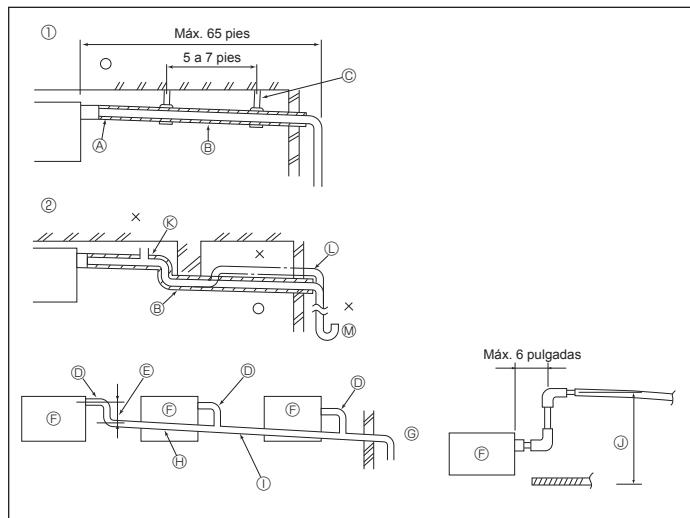

Fig. 6-1
6.1. Tubería de drenaje (Fig. 6-1)
① Tubería correcta	⑤ Soporte metálico
② Tubería incorrecta	⑥ Purgador de aire
③ Aislamiento (9 mm (11/32 pulgada) o más)	⑦ Criado
④ Pendiente de descenso (1/100 o más)	⑧ Sifón para evitar olores